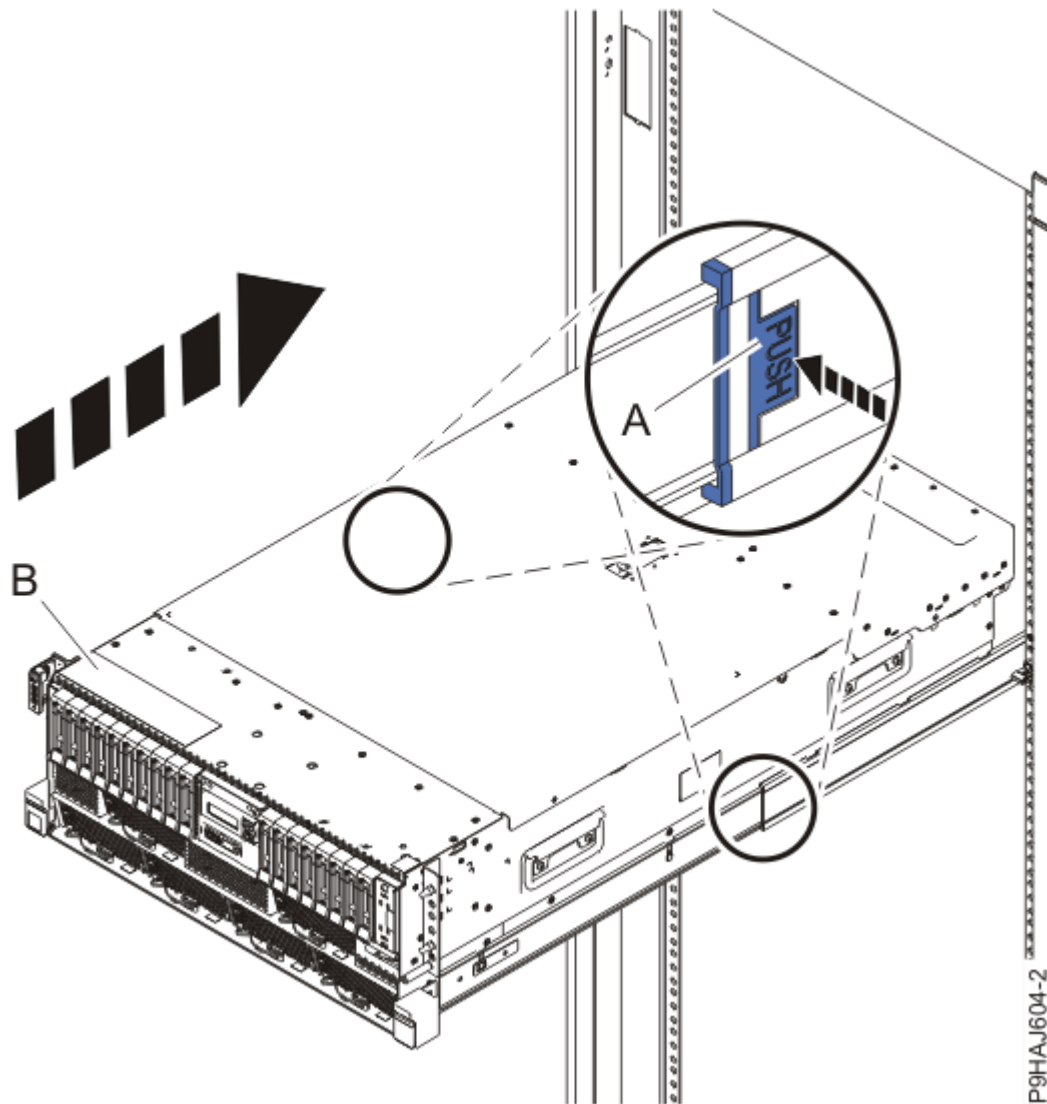

Abbildung 117. System in die Betriebsposition bringen
3. Entsperren Sie bei einem Einschubsystem die blauen Schienensicherungsverriegelungen (**A**), indem Sie sie nach innen drücken (siehe Abbildung 117 auf Seite 134).